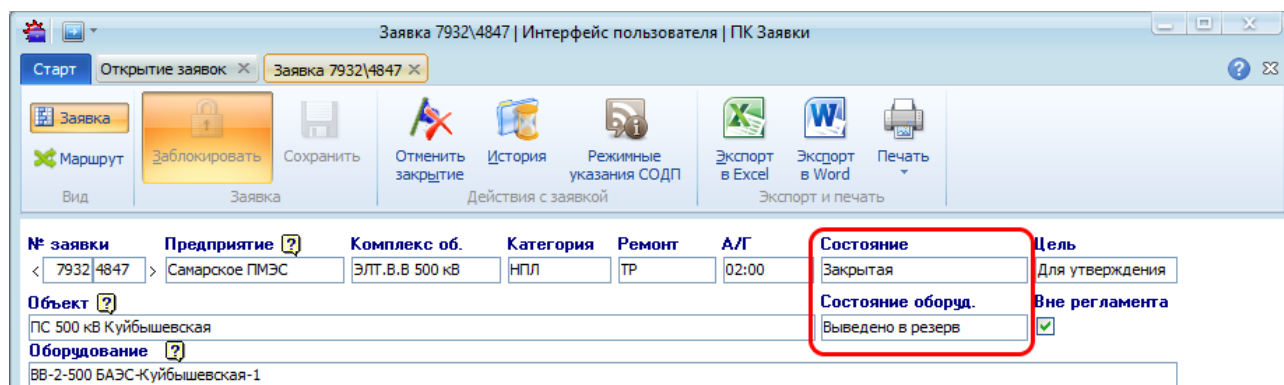

Рисунок 13.12 – Отображение оборудования, выведенного в резерв
- если закрыта заявка, которая удовлетворяет зависимости «Комплекс – Вывод в работу / в резерв» (не зависимо от наличия для нее зависимости «Комплекс – Состояние оборудования»), то на ФОЗ в поле «Состояние оборудования» отображается значение, установленное при закрытии («Введено в работу» / «Выведено в резерв») (Рисунок 13.12);